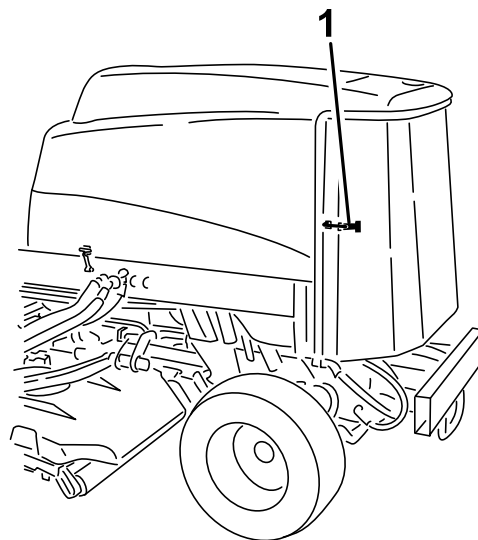

図 117
3. 後部スクリーンのラッチを外してスクリーンを開く 図 117。